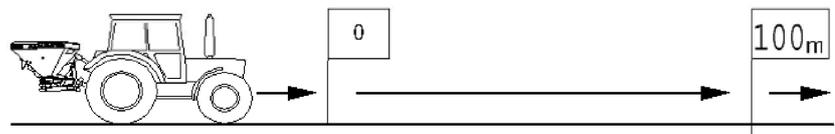

Fig. 3
2. Marque o ponto inicial e final (Fig. 3).